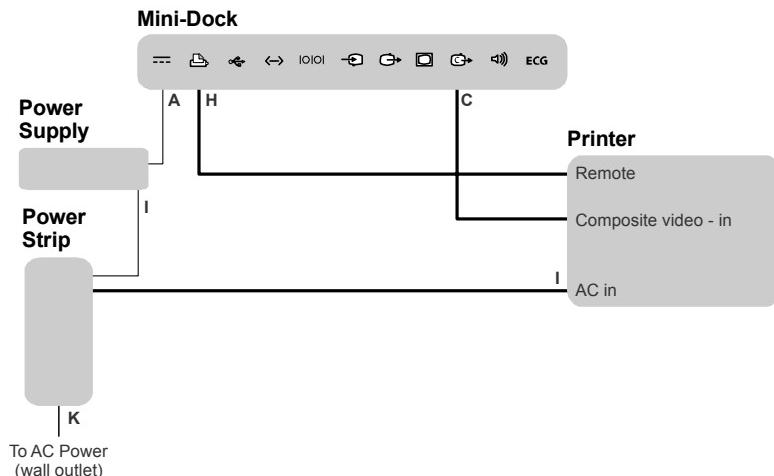

Figura 3 Conectividad del sistema y la impresora de MDSm
Cone ctar los cables	<ol style="list-style-type: none"> <li>1 Bloquee las ruedas y extraiga el panel posterior.</li> <li>2 Si se instala una impresora en blanco y negro o en color más antigua, tal vez sea necesario mover los tornillos amortiguados a los orificios posteriores.</li> <li>3 Asegúrese de que el cable de alimentación de CC previamente colocado (A) esté conectado al módulo de acoplamiento y que el cable de alimentación de CA preinstalado (I) esté conectado a la regleta de alimentación.</li> <li>4 Conecte los cables. Consulte la <a href="#">Figura 3</a> en la página 11 y el apartado “<a href="#">Símbolos de cables, conectores y módulo de acoplamiento</a>” en la página 16. <ul style="list-style-type: none"> <li>• Cable de control de la impresora colocado previamente (H)</li> <li>• Cable de alimentación de CA de la impresora (I)</li> <li>• Cable de vídeo compuesto colocado previamente (C)</li> </ul> </li> <li>5 Conecte el cable de alimentación del sistema (K) a una toma eléctrica para aplicaciones hospitalarias.</li> <li>6 Instale el panel posterior (con los orificios de ventilación en la parte superior) deslizando el panel hacia arriba y hacia adentro.</li> </ol>